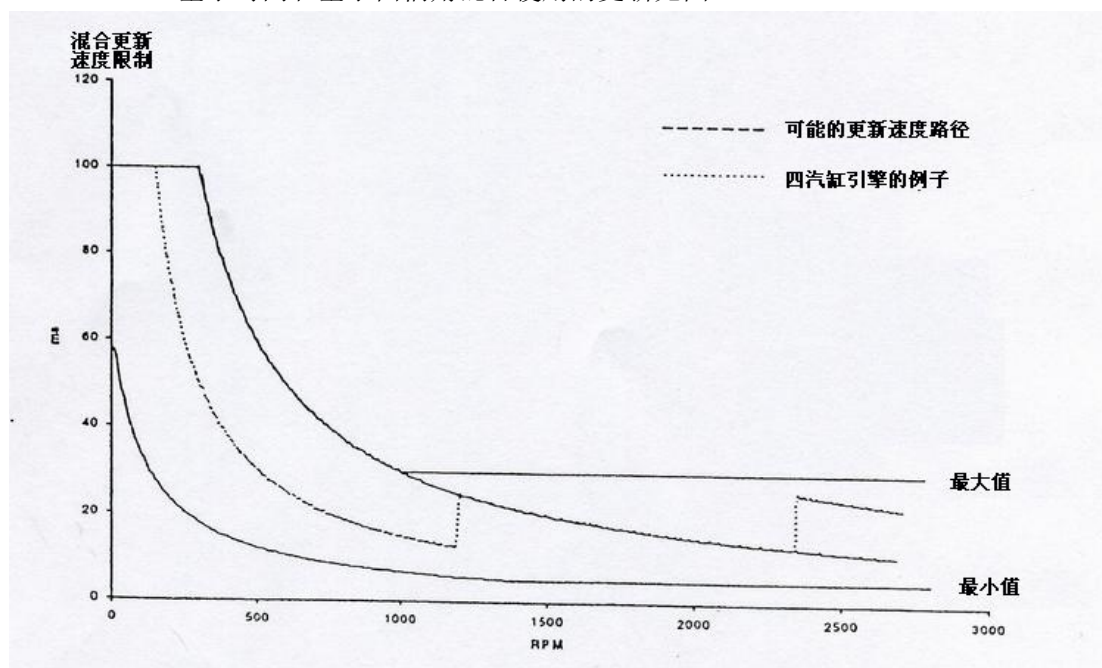

图 2—混合更新速度的限制
有些参数是根据发动机的曲柄角的变化进行计算和/或更新的，但它们不是在某个特定的时间间隔后进行。在这种情况下，参考的特定更新速度就不准确了，因为这个时间是按照发动机的转速变化的。为了在避免网络负担过重的前提下，尽量缩短采样、运算和传输数据的反应时间，有许多方法来在网络中进行数据采样、转换和发送。最好的两种方法是：（a）基于时间的采样、运算和传输；和（b）基于时间和基于曲柄角混合使用的采样、运算和传输，这时，为了在可接受的范围内（见图 2）保持数据更新速度，曲柄角的角度值会根据当前的运转速度，在前后更新的时间间隔中改变。由于在网络中有多种获得数据和传输数据的方法，所以为发动机转速和直接相关数据定义了以下准则。
- 基于时间和基于曲柄角混合使用的更新见图 2。